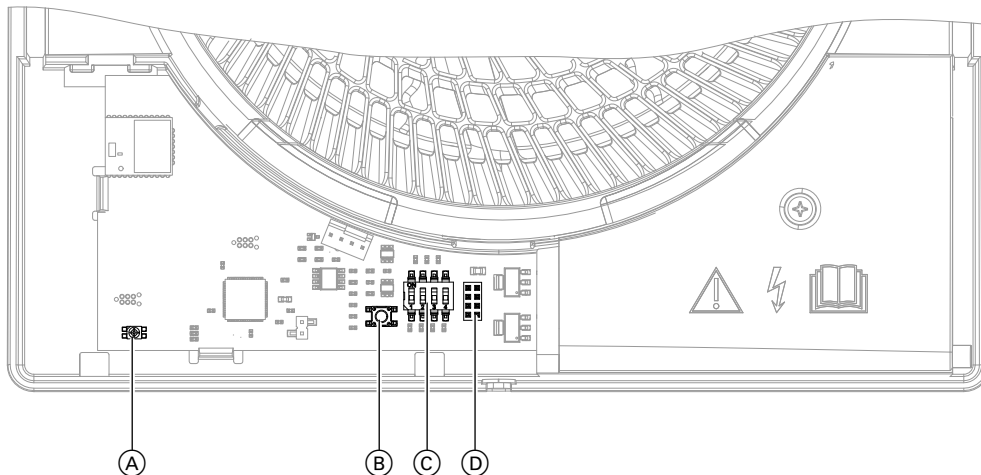

Abb. 6 Leiterplatte in der Innenwandblende
3. Nur bei dem Vitovent 100-D Lüftungsgerät, mit dem die Einrichtung beginnen und enden soll: Drücken Sie den Taster, bis die Status-LED 2-mal blau blinkt: Siehe Abb. 6 auf Seite 22. Die Status-LED blinkt blau. Das Gerät ist für 10 min im Kopplungsmodus.